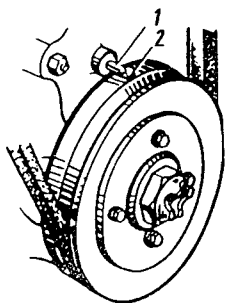

Bild 18. Ermittlung des oberen Totpunktes des ersten Zylinders:
- Kolben des ersten Zylinders nach der Marke 2 (Bild 18) an der Riemenscheibe der Kurbelwelle in OT im Verdichtungsstakt einstellen und mit Fühllehre das Spiel zwischen den Kipphebeln und Ventilen des ersten Zylinders prüfen. Bei fehlerhaftem Spiel Gegenmutter der Einstellschraube